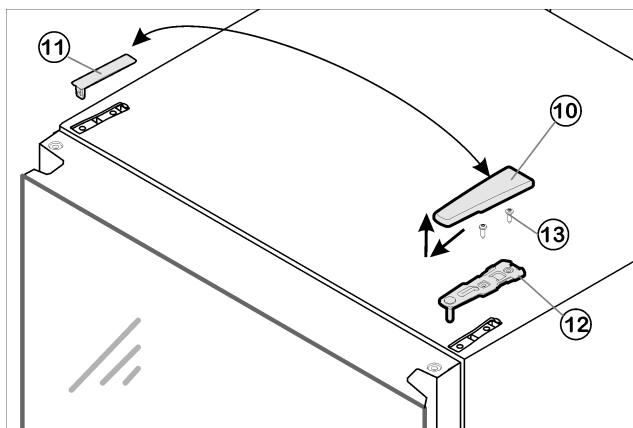

Fig. 6
- Estrarre la copertura Fig. 6 (10) tirandola in avanti e verso l'alto.
- Staccare la copertura Fig. 6 (11).
- Svitare il blocco di supporto superiore Fig. 6 (12) (2 x Torx® 25) Fig. 6 (13) ed estrarre tirando verso l'alto.
- Inserire il blocco di supporto superiore Fig. 6 (12) sul nuovo lato della cerniera nella porta.
- Serrare il blocco di supporto superiore Fig. 6 (12) **fermamente a 4 Nm** (2 x Torx® 25) Fig. 6 (13). Eventualmente praticare fori a vite o utilizzare un avvitatore a batteria.
- Innestare la copertura Fig. 6 (10) e la copertura Fig. 6 (11) rispettivamente sul lato opposto.